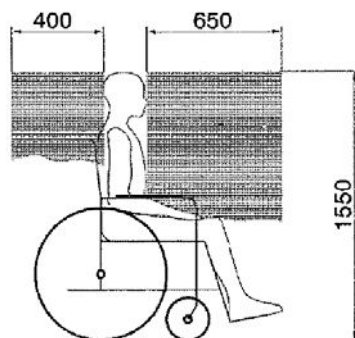
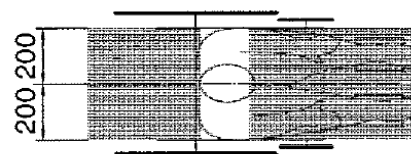

Abb. 1
Abb. 2
6. Stellen Sie sicher, dass keine Fahrzeugteile/-bauten in die unten angegebenen Sicherheitszonen um den Nutzer herum gebaut sein dürfen (Abb. 1 / Abb. 2).